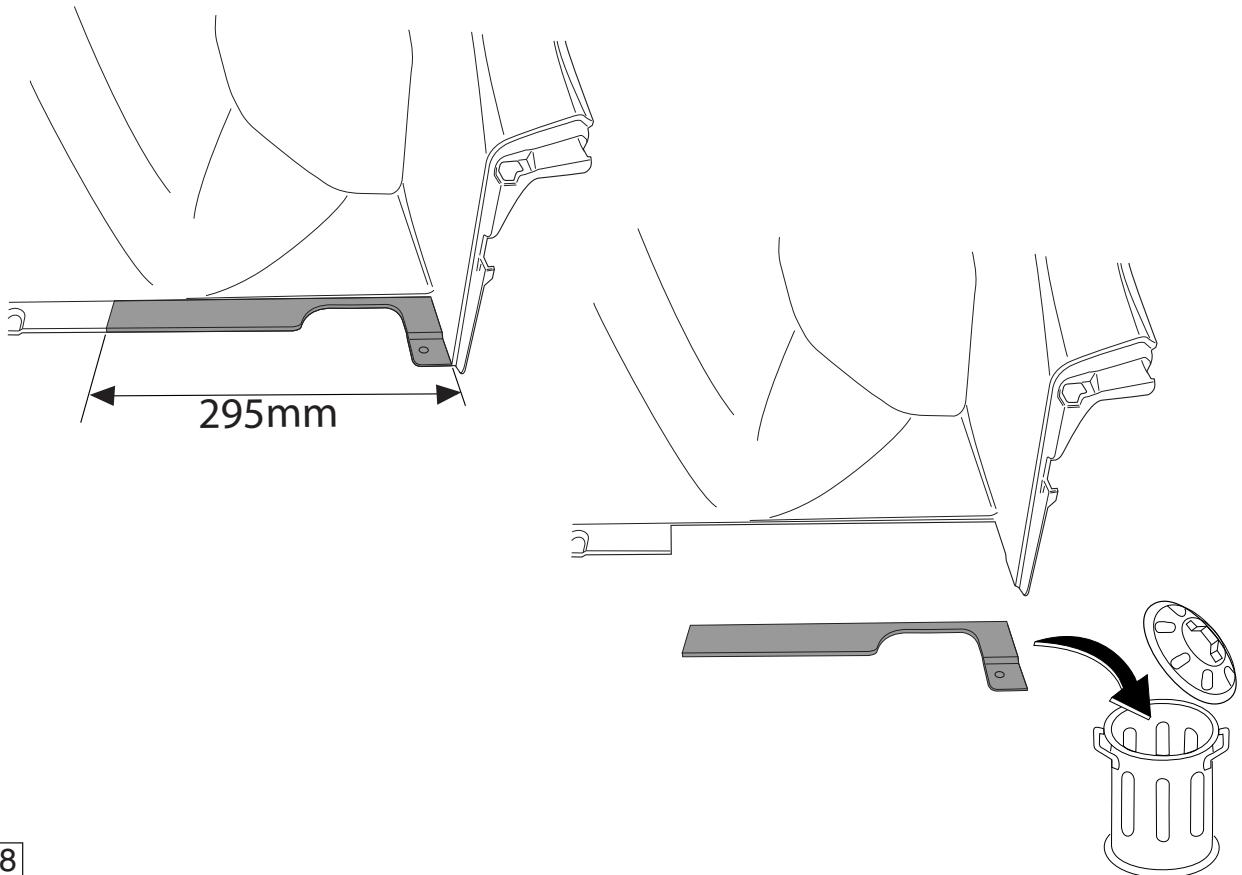

Fig.8
- Выпилить часть из панелей боковых стенок, как указано на рис. 8.